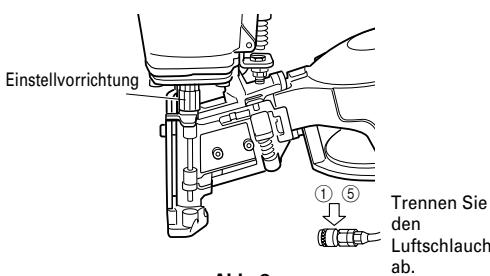

Abb. 8
- ① TRENnen SIE DEN LUFTSCHLAUCH VOM NAGLER AB. (**Abb. 8**)